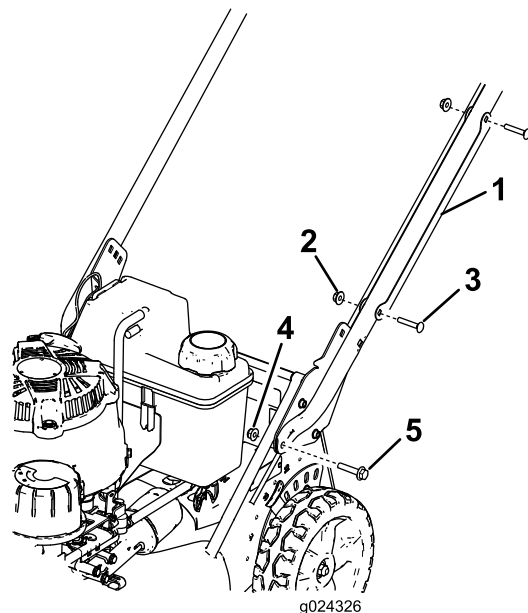

Figura 3
1. Retire los 2 pernos de cuello cuadrado y las 2 arandelas que sujetan el protector de cable al manillar, y retire el protector de cable del manillar (Figura 3)
arandela prensada (5/16"), según se muestra en Figura 3.
1. Perno de cuello cuadrado – 5/16" x 1 1/2" (2)
2. Soporte del manillar (2)
3. Tuerca con arandela prensada – 5/16" (2)
7. Posicione el protector de cable en el manillar **con el/los cable(s) dentro del protector**, y sujete el protector al manillar con los 2 pernos de cuello cuadrado y las 2 contratueras que retiró anteriormente (Figura 3).